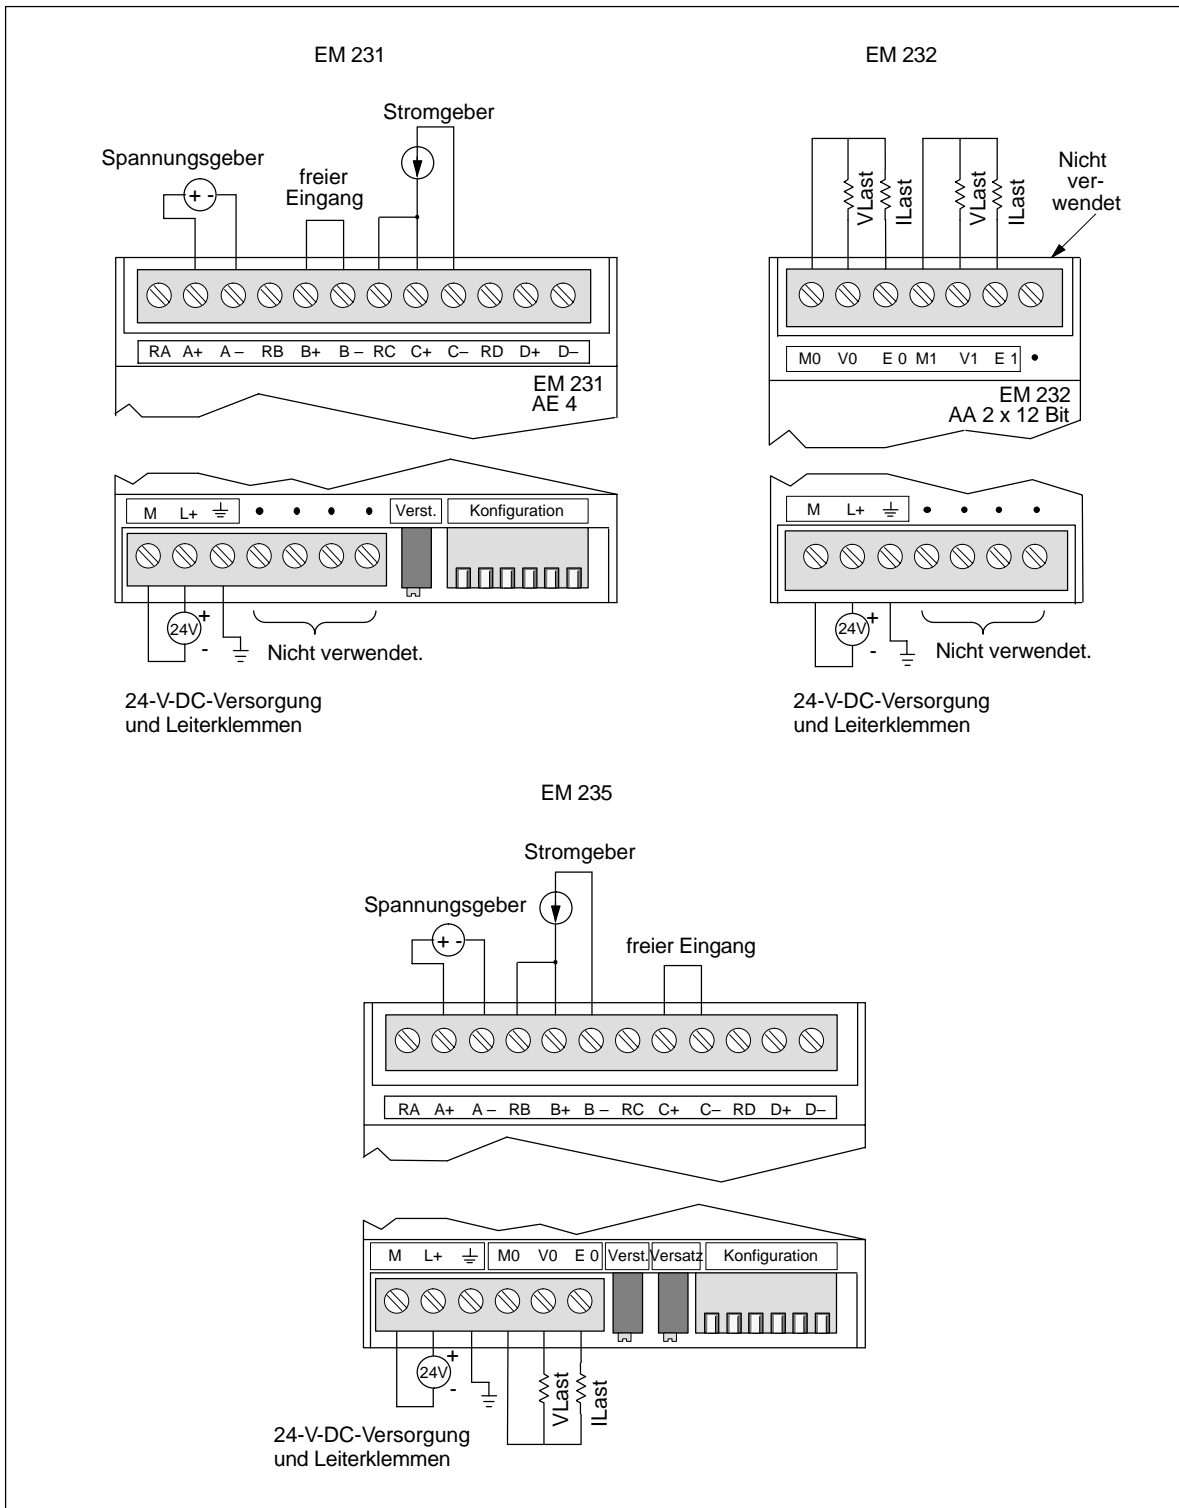

Bild A-19 Kennzeichnung der Anschlüsse bei den Erweiterungsmodulen EM 231, EM 232 und EM 235
- Überbrücken Sie die Eingänge für freie Kanäle (siehe Bild A-19).